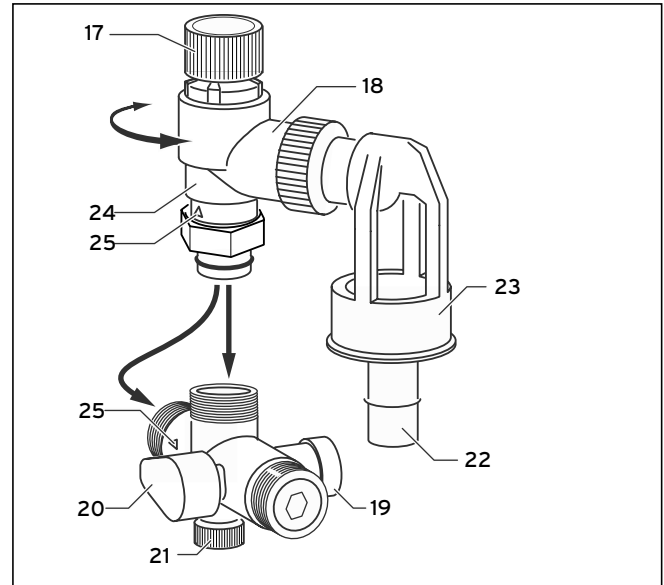

Fig. 4.5 Groupe de sécurité (11)
Vérifiez le bon fonctionnement de la soupape de sécurité une fois par an ainsi qu'à chaque mise en fonctionnement (24, voir fig. 4.5) :
- Tournez la poignée d'aération (17, voir fig. 4.5) dans le sens de la flèche située sur la poignée. Cela doit entraîner un flux d'eau dans l'entonnoir (23, voir fig. 4.5). La soupape de sécurité (24) est alors à nouveau étanche.
- Fermez le robinet d'arrêt (20, voir fig. 4.5).
- Dévissez le bouchon de contrôle (19, voir fig. 4.5). Un écoulement d'eau continu signifie que le clapet non-retour est défectueux et que le groupe de sécurité doit être remplacé.
- Ouvrez complètement le robinet d'arrêt (20) lors de chaque remise en service.